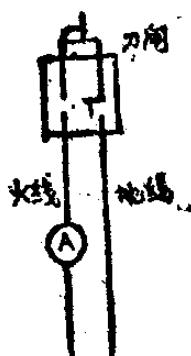

图 11 电流表安装
(4) 电流表 电压220—250伏交流电表，量程约40安左右，将其串联于电路内（图11）。其作用主要是在工作时能控